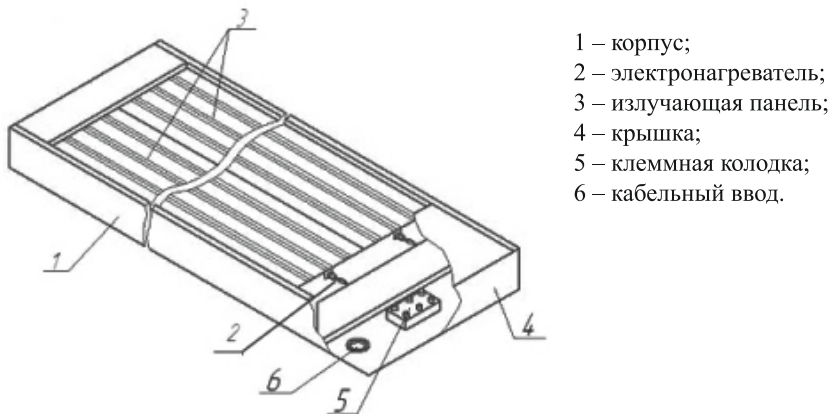

Рис.1. Обогреватель инфракрасный.
5.1 Схема инфракрасного обогревателя представлена на рис. 1.
- снять крышку 4 (см. рис.1);